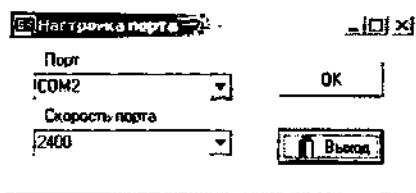

Рисунок 3 - Окно настройки порта
2.2.4.6 Щелкните мышкой на кнопке «Порт». Откроется окно настройки порта (рисунок 3).